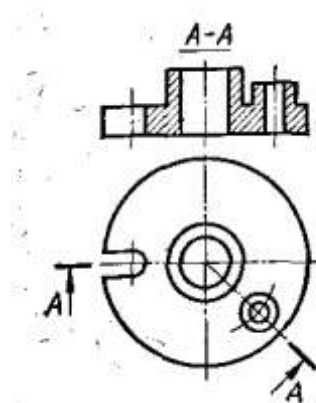

Рис. 12
**Как называется разрез А-А, выполненный на чертеже (Рис.12) ?**